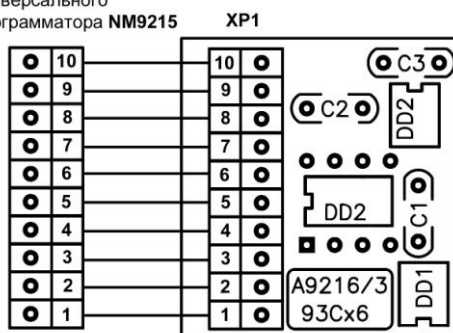

Рис.2 Монтажная схема
3. Установите все детали согласно **рис.2** в следующей последовательности: сначала малогабаритные, а потом все остальные элементы.
Монтажная схема представлена на **рис.2**, перечень элементов дан в **табл.1**.